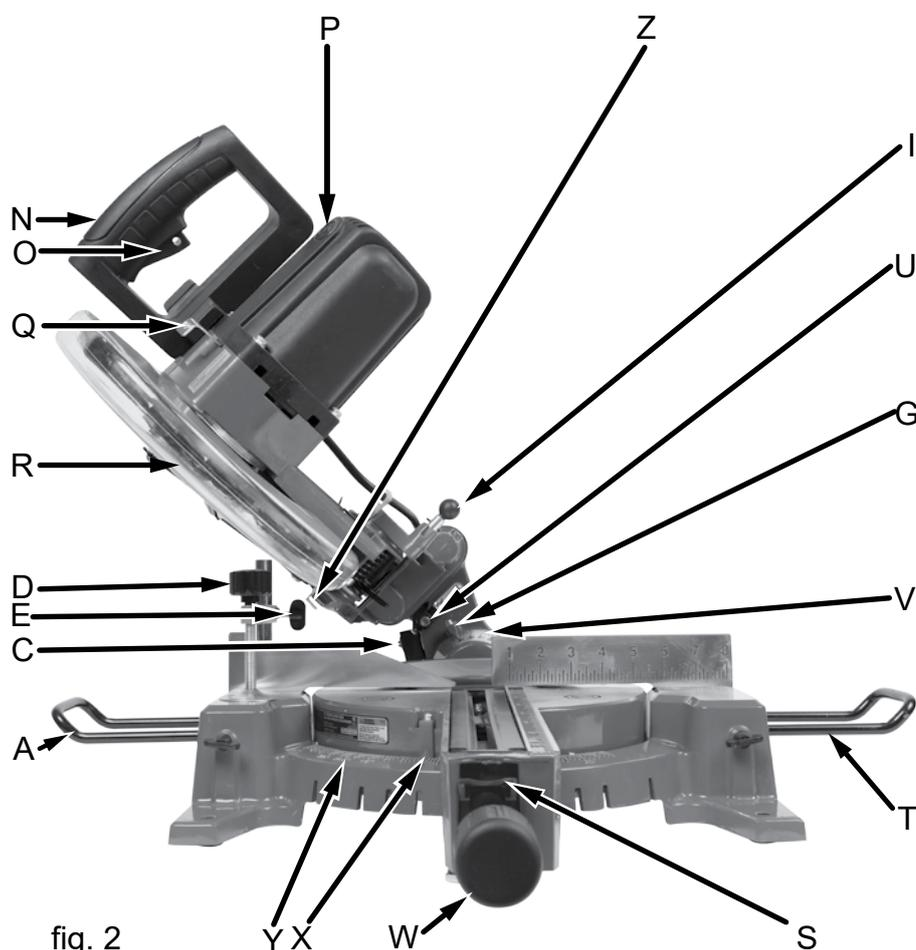

fig. 2
- Pour libérer la tête de coupe de sa position d'entreposage et d'expédition, poussez légèrement sur la tête et tirez sur le bouton à ressort de verouillage de la tête (I, fig.2), situé du côté droit. Tournez-le d'un quart de tour jusqu'à ce que l'axe de l'arbre se repose dans la petite rainure pour assurer que le bouton reste sorti.